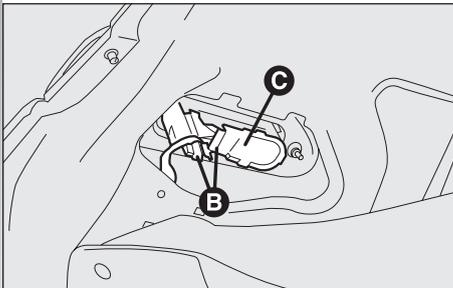
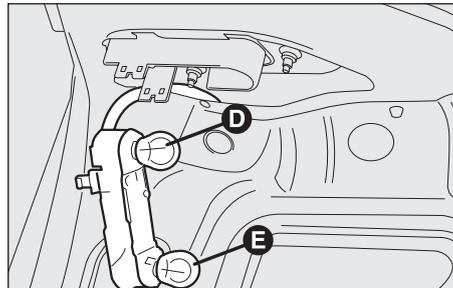

Abb. 41
Abb. 42
– Die Verkleidung umklappen und die Lampenhaltergruppe (**C, Abb. 41**) durch Betätigung der Rückhaltefedern (**B, Abb. 41**) herausziehen.
– Die betreffende Glühlampe (kugelförmig mit Bajonettsockel) herausnehmen und ersetzen, indem sie unter leichtem Druck und Drehung entgegen dem Uhrzeigersinn (**Abb. 42**) eingesetzt wird:
- (D) Glühlampe des Rückfahrscheinwerfers
- (E) Glühlampe des Nebelschlusslichts.
– Die Lampenhaltergruppe wieder einsetzen und korrekt in der Aufnahme mit den Rückhaltefedern (**B, Abb. 41**) befestigen.